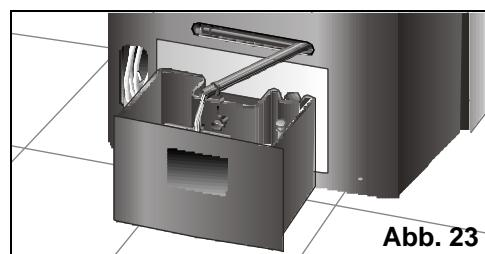

Abb. 23
- Entleeren Sie zuerst den Wasserbehälter im Geräteinneren mit Hilfe des Wasserablassschlauches, der auf der Rückseite des Gerätes angebracht ist. Der Schlauch muss nur aus seiner Halterung genommen und das angefallene Kondenswasser in ein Gefäß abgelassen werden (siehe Abb. 23). Entleeren Sie danach den Kondenswasserbehälter auf der Geräterückseite.